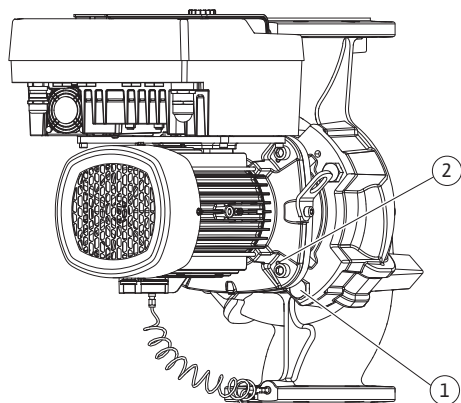

Fig. 111: Siseosakomplekti vajutamine üle keermeavade (olenevalt pumba tüübist)
22. Poldide (Fig. II, pos 10) eemaldamisega päästetakse mootori äärikult lahti ka rõhkude vahe andur. Rõhkude vahe andur (Fig. I, pos. 8) jätke koos hoideplaadiga (Fig. I, pos. 13) rõhumõõtetorudele (Fig. I, pos. 7) rippuma. Rõhkude vahe anduri ühenduskaabel tuleb ühendada elektroonikamoodulilt lahti.
23. Vajutage siseosakomplekt pumbakorpuselt maha. Selleks kasutage kaht keermeava (vt Fig. 111, Pos 1).
31. Võtke siseosakomplekt (vt ptk „Pumba kirjeldus“) äärikpoltide (Fig. I/III, pos 29) vabastamise teel pumbakorpusse küljest lahti.
32. Poltide (Fig. I/III, pos 29) eemaldamisega päästetakse mootori äärikult lahti ka rõhkude vahe andur. Rõhkude vahe andur (Fig. I, pos. 8) jätkke koos hoideplaadiga (Fig. I, pos. 13) rõhumõõdetorudele (Fig. I, pos. 7) rippuma. Lahutage rõhkude vahe anduri ühenduskaabel elektroonikamoodulilt või vabastage pistikühenduselt ja tõmmake ära.
33. Siseosakomplekti eemaldamiseks pumbakorpuselt kasutage kahte kõrvalolevat keermeava (Fig. 111, pos 1), kohapeal olemasolevaid või sobivaid polte (nt M10 x 25 mm).
34. Asetage otsvõti (SW32 mm) distantsääriku avasse (Fig. III, pos. 38) ja hoidke võtmepindadega võlli kinni. Keerake lahti tööratas mutter (Fig. III, pos. 22). Eemaldage selle all olevad seibid (Fig. III, pos 23) ja tõmmake tööratas (Fig. III, pos 21) pumbavõllilt maha. Demonteerige vedrunupp (Fig. III, Pos. 37).
35. Eemaldage ka võllitihend (Fig. III, pos. 25), samuti distantsrõngas (Fig. III, pos. 20).
36. Eemaldage võllitihendi vasturõngas (Fig. III, pos 26) distantsääriku pesast.